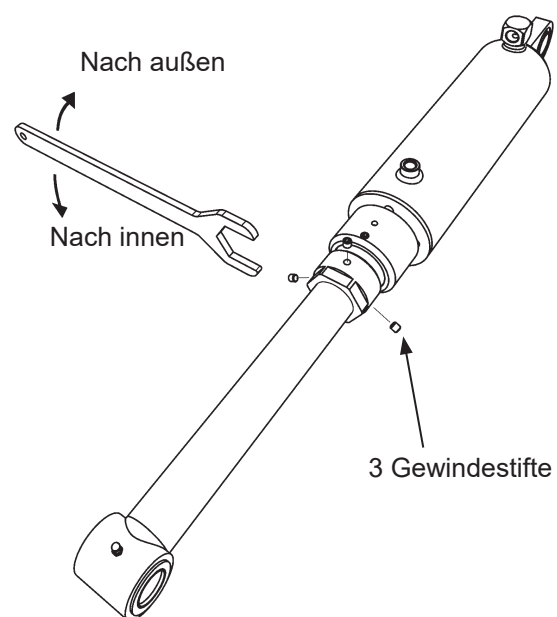

Abb.36. Einstellung des Neigungswinkels
3. Die drei Gewindestifte am Zylinder der Ladebordwand lösen, Abb.36.